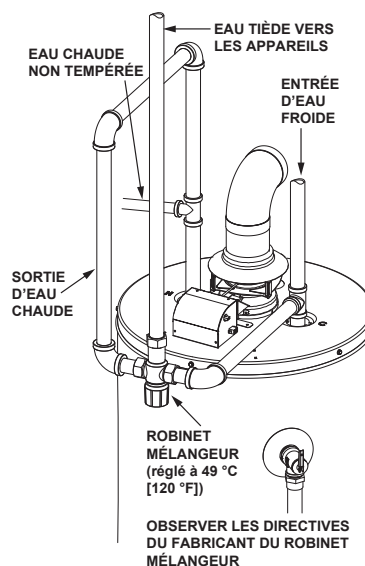

FIGURE 14.
3. Le fabricant du chauffe-eau recommande l'installation d'un robinet mélangeur ou d'un dispositif anti-ébouillantage sur la conduite d'eau chaude domestique de la façon illustrée à la Figure 14. Ce type de dispositif rapidement utilisable sert à abaisser la température de l'eau aux points d'utilisation par le mélange de l'eau chaude et de l'eau froide.